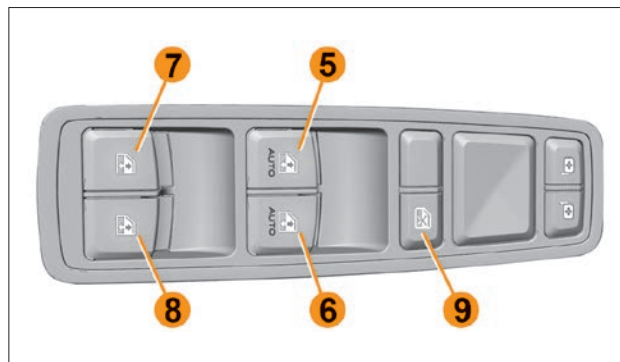

Рис. 4.1.4. Блок управления в двери водителя
В варианном исполнении стекла передних и задних боковых дверей оборудованы стеклоподъемниками с электрическим приводом, который работает только при включенном зажигании и имеет автоматический режим для передних стеклоподъемников (рис. 4.1.4).
Клавиши управления электростеклоподъемниками с места водителя (рис. 4.1.4):
- если нажать клавишу **5** или **6/10** (см. рис. 4.1.4 и 4.1.5) вниз до упора и сразу же отпустить, произойдет полное опускание соответствующего стекла;
- если потянуть клавишу **5** или **6/10** (см. рис. 4.1.4 и 4.1.5) вверх до упора и сразу же отпустить, произойдет полное поднятие соответствующего стекла.
Примечание. Повторное воздействие на клавишу **5** или **6/10** (см. рис. 4.1.4 и 4.1.5) во время работы стеклоподъемника в автоматическом режиме остановит его. Если во время закрывания в автоматическом режиме стеклоподъемник встретит сопротивление (например, из-за ветки и т. п.), то подъем стекла прекратится, и оно немного опустится.
Для того чтобы отключить управление электростеклоподъемниками задних дверей, следует нажать кнопку **9** (см. рис. 4.1.4) в блоке управления электростеклоподъемниками, при этом кнопка зафиксировывается в нажатом положении. Для возобновления возможности управления электростеклоподъемниками задних дверей следует повторно нажать кнопку **9** в блоке переключателей. При этом управление электростеклоподъемниками задних дверей не пропадает с блока переключателя двери водителя.